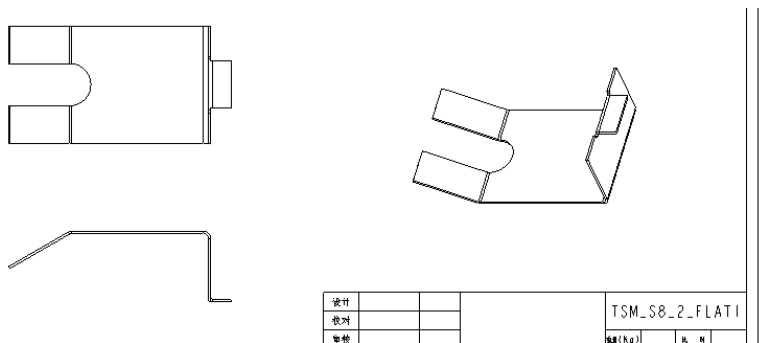

图 8-72 插入的立体视图
- (1) 在功能区“布局”选项卡的“模型视图”组中单击（普通视图）按钮。
- (2) 系统在状态栏中提示“选择绘图视图的中心点。”，在图框内的合适位置处（如标题栏上方）单击，以指定放置一般视图的中心点，此时系统弹出“绘图视图”对话框。
- (3) 在“类别”列表框中选择“视图显示”类别，切换到“视图显示”类别选项卡。从“显示样式”下拉列表框中选择“消隐”选项，从“相切边显示样式”下拉列表框中选择“默认”选项，单击“应用”按钮。
- (4) 关闭“绘图视图”对话框。
- 插入的立体视图如图 8-72 所示。